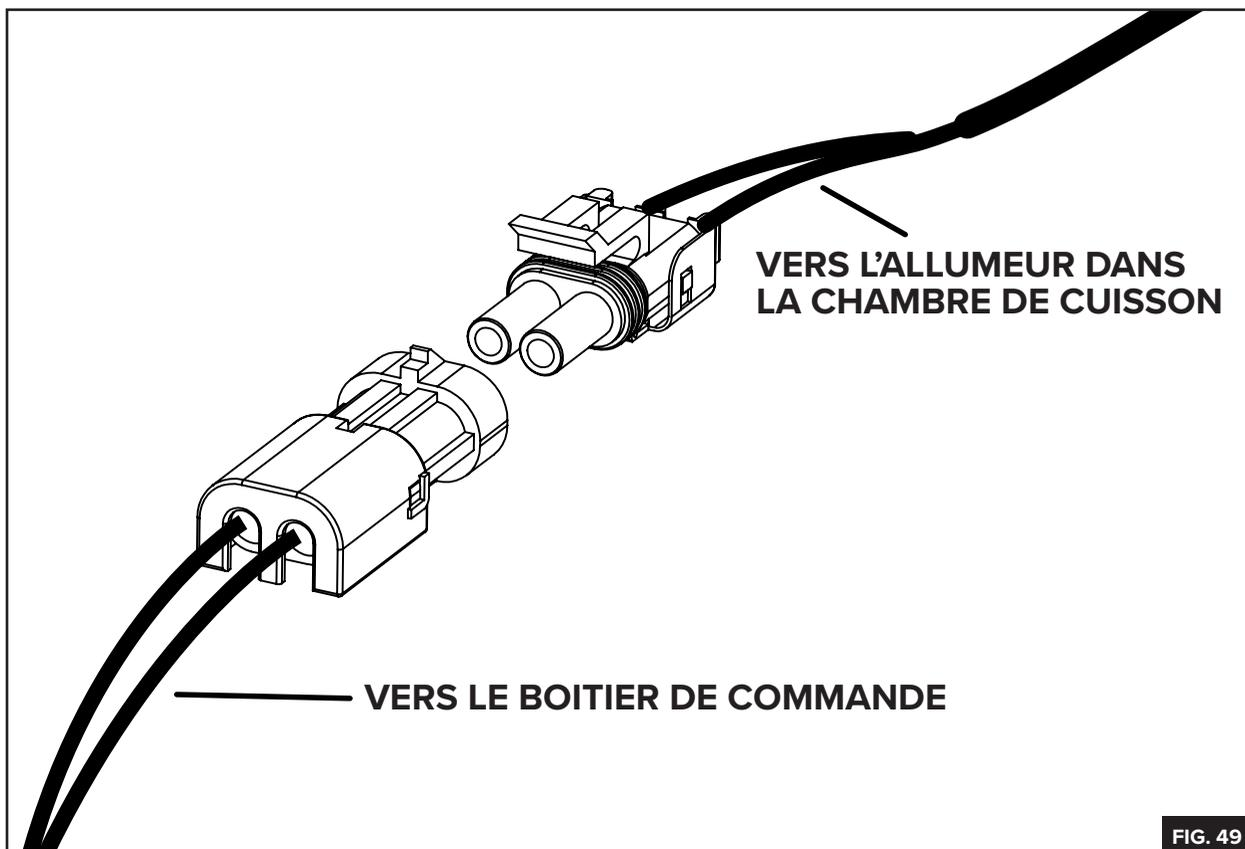

FIG. 49
3. Débranchez le connecteur étanche de l'allumeur puis repoussez les fils dans le logement de la trémie (FIG. 49).